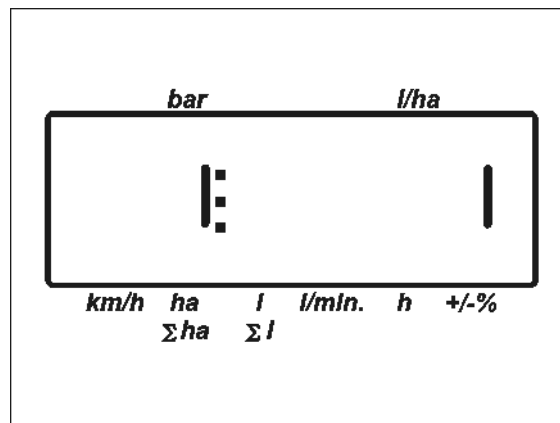
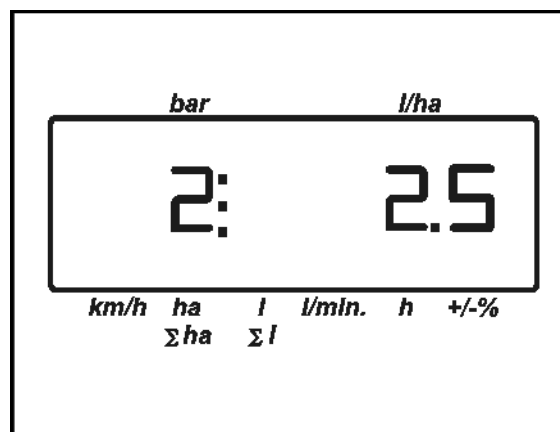

Fig. 6
Fig. 7
- Affichage  : type de régulation 0, 1 ou 2 (Fig. 6).
- o 1 – Régulation sans fonction pression constante (TG)
- Affichage  : constante de régulation de pression (Fig. 7).